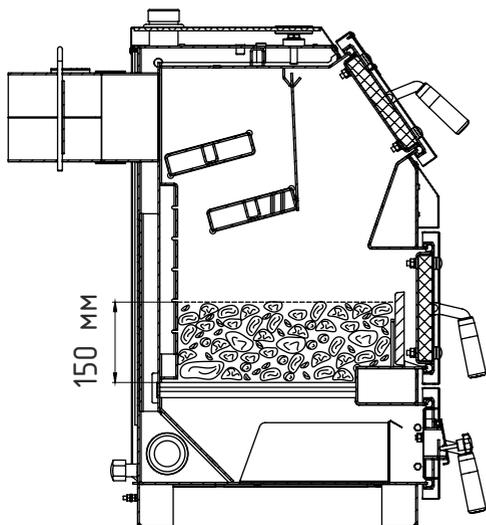

Рис.6 Заполнение котла топливом для номинального режима
8.4.3. Добавьте очередную порцию топлива, когда разгорится первый слой основного топлива. Для работы котла в номинальном режиме (рис. 6) поддерживайте слой топлива на колосниковой решетке около 150 мм. Для предотвращения выхода дыма в помещение через загрузочную дверцу при добавке основного топлива, закрывайте заслонку (поз. 15) на поддувальной дверце (поз. 16). После загрузки порции топлива откройте заслонку. При температуре теплоносителя в котле и системе менее 60°C может образовываться конденсат по всей поверхности теплообменника. При прогреве теплоносителя выше 60°C конденсатообразование прекращается.
8.4.3. Добавьте очередную порцию топлива, когда разгорится первый слой основного топлива. Для работы котла в номинальном режиме (рис. 6) поддерживайте слой топлива на колосниковой решетке около 150 мм.